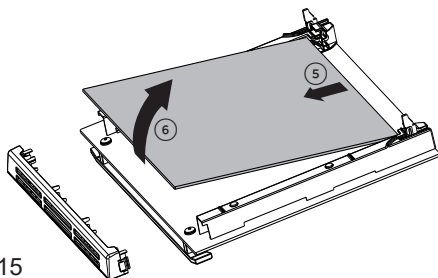

Рис. 8.15
- Аккуратно поднимите и вытащите среднее стекло, высвободив его из нижних фиксирующих пазов. (рис. 8.15).